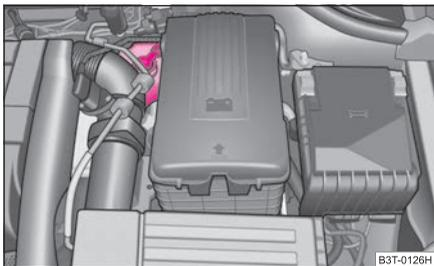

Abb. 190 Motorraum:
- Prüfen Sie den Bremsflüssigkeitsstand am Behälter ⇒ Seite 222, Abb. 190. Der Stand muss zwischen den Markierungen „MIN“ und „MAX“ liegen.